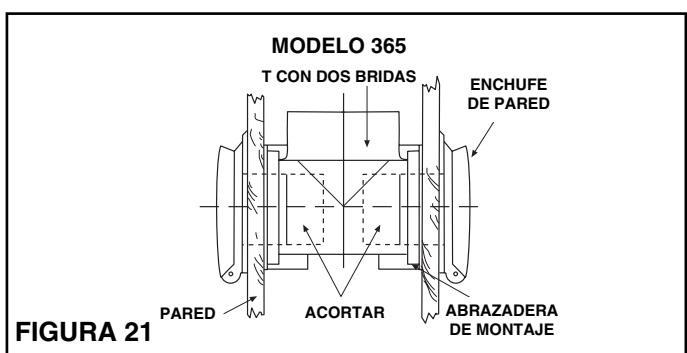

FIGURA 21
**NOTA:** Cuando los enchufes de pared se instalen en paredes de menos de 1,2 cm de espesor, o cuando se instalen los enchufes a lados opuestos de una pared, el tubo del enchufe de pared puede extenderse en el espacio del codo del accesorio con bridas, causando un bloqueo. Haga el tubo del enchufe de pared más corto para prevenir esta condición. Véase la Figura 21.